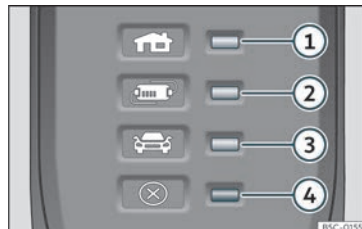

Abb. 197 Am Ladekabel für Netzsteckdosen: Kontrollleuchte in der Schutzeinrichtung.
>>> **Abb. 197:**
Durch die elektronische Schutzeinrichtung >>> **Abb. 197** ist der Ladestecker so lange stromlos, bis er in die Ladedose des Fahrzeugs gesteckt wurde.
» Abb. 197 ①, ② oder ③ leuchten grün.
Anzeige » Abb. 197	Bedeutung
Wenn die Warnleuchte ④ rot blinkt oder leuchtet, ohne dass eine der Kontrollleuchten»» Abb. 197 ①, ② oder ③ der Betriebsanzeige dauerhaft leuchtet, liegt eine Störung vor.